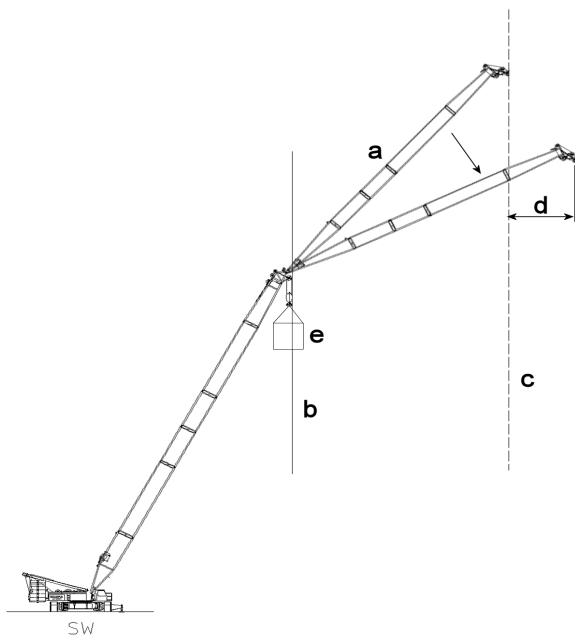
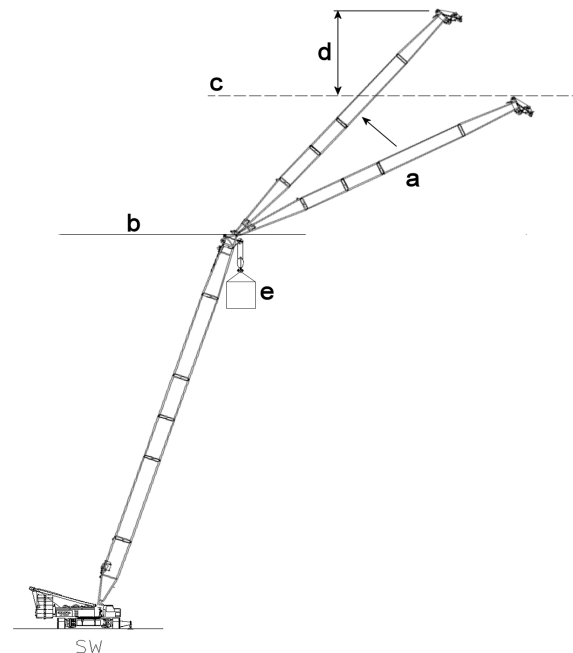

Figura 1 Limitação de raio
Figura 2 Limitação da altura do cabeçal de polias
- a** Posição inicial do sistema da lança, sobre a qual a limitação de raio (Figura 1) respectivamente a limitação da altura do cabeçal de polias (Figura 2) foi programada em relação ao cabeçal de polias na lança principal.